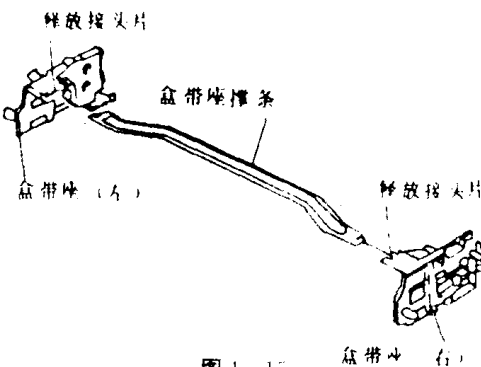

图 1-17
(8) 拆卸盒带座(左/右)
步骤:①释放左右两个盒带座的 2 个接头片,如图 1-17 所示。
②分离左右两个盒带座。